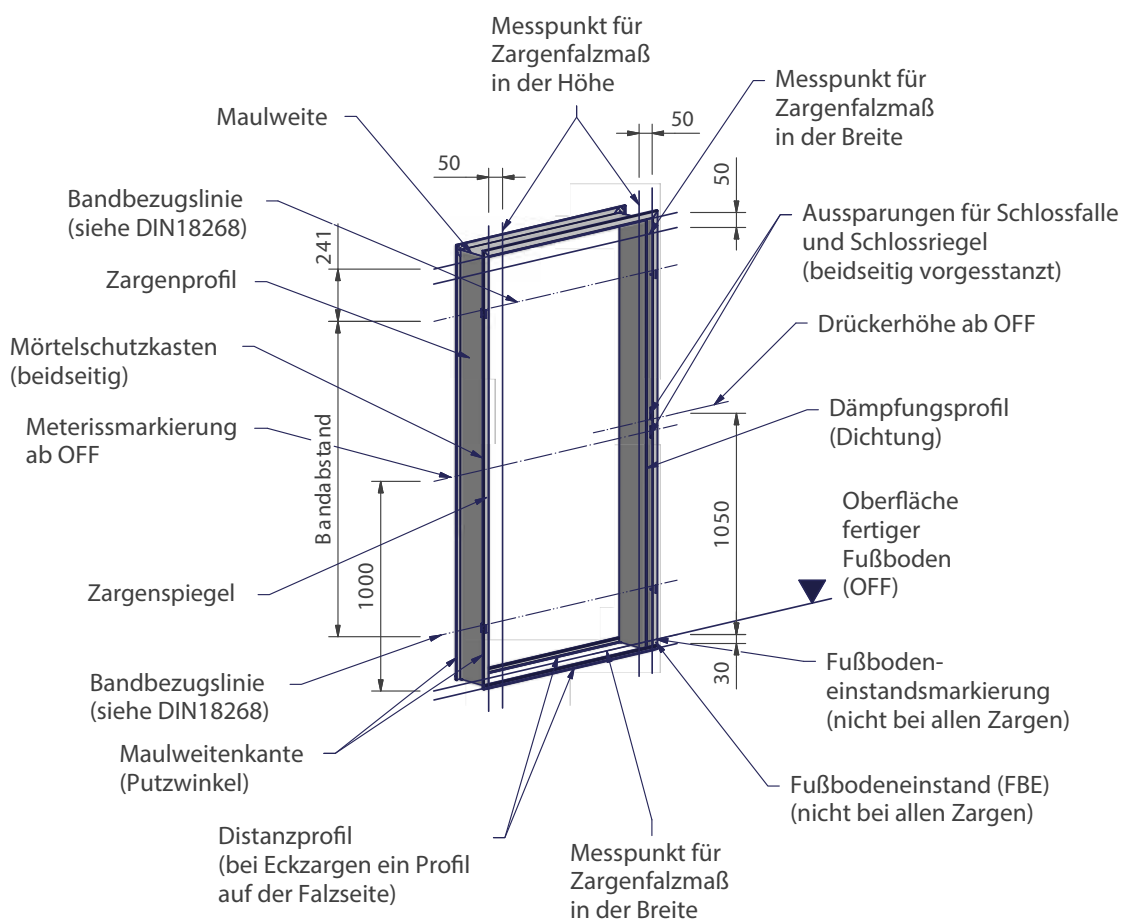

Bild 1 – Begriffe an einer Stahlzarge
- Das Falzmaß (Bezugsmaß) muss 50mm unterhalb der waagrecht liegenden Falzkante sowie in der Mitte und im Bereich der Bodeneinstandsmarkierung gemessen werden (siehe Bild 1).
- Das Falzmaß in der Höhe ist an den senkrechten Profilen zu prüfen (siehe Bild 1). Maßtoleranz zwischen Unterkante der Stahlzarge und Sturzteil: ± 2 mm